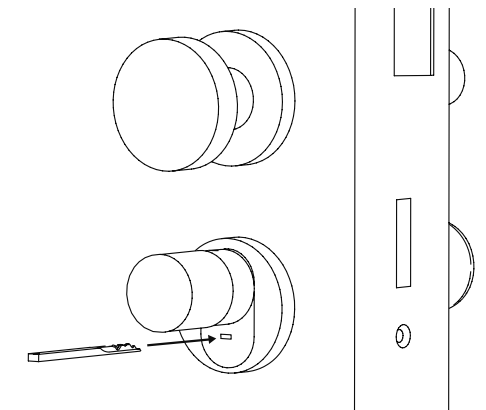

Abb. 123
- 1 Zum Öffnen des Schlosses, klappen Sie den Notschlüssel am Gelenk auf und führen Sie ihn anschließend durch den angedeuteten Schlitz auf der Notschlossabdeckung ein (Abb. 123).